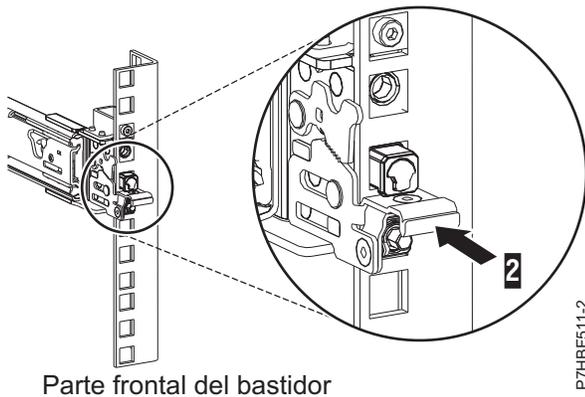

Figura 6. Pestillo colocado en el riel frontal del bastidor
- Al tirar del raíl deslizante hacia adelante, asegúrese de que las tres patillas sobresalen de los orificios del bastidor y, a continuación, presione el pestillo frontal (2) hasta el final. Para obtener más de talles, consulte Figura 6.